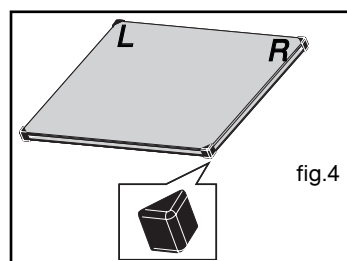

fig.4
- Si nécessaire, retirez l'ensemble des glaces intérieures de la porte. Cet ensemble est composé d'une ou deux glaces selon modèle avec à chaque coin une butée caoutchouc noire (fig.4).